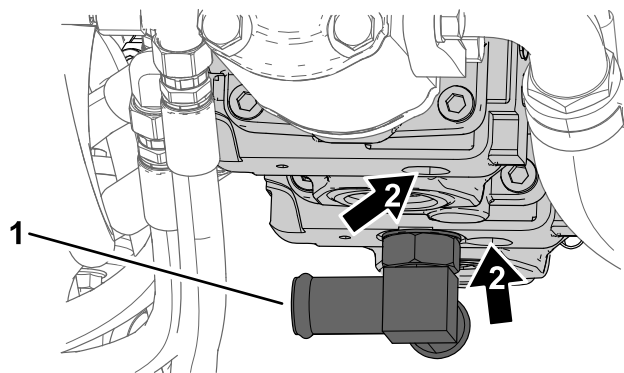

Рисунок 17
8. Поверните штуцер против часовой стрелки так, чтобы его плоская сторона была обращена в сторону отверстия предохранительного клапана (Рисунок 17).
9. Снимите 2 нижних предохранительных клапана (Рисунок 17).